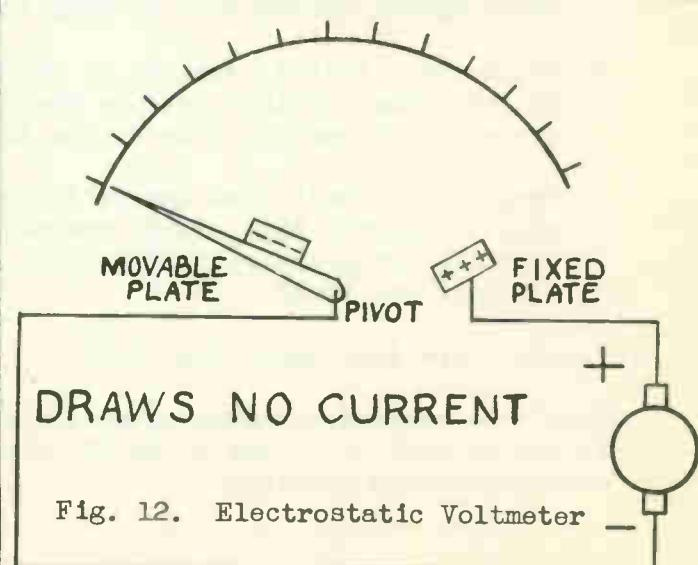

Fig. 12. Electrostatic Voltmeter
**6. Electrostatic voltmeter, Fig. 12.**